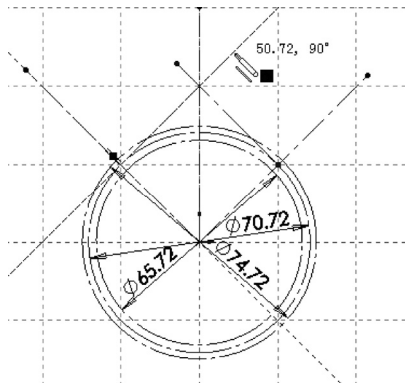

图 8-56 绘制相切构造线图
❹ 绘制相切构造线。过直径为  $70.72\text{mm}$  的圆与倾斜构造线的交点绘制两条构造线, 与此圆相切, 结果如图 8-56 所示。